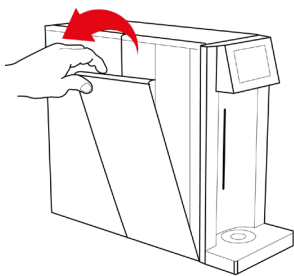

Fig. 1-13
32.2 – Mantenere l'apparecchio verticale con una mano e con l'altra tirare il pannello laterale sinistro della macchina verso l'esterno fino a completa estrazione, vedi Fig. 1-13. Una volta estratto il pannello, posizionare lo stesso in sicurezza per evitare cadute o possibili rotture.